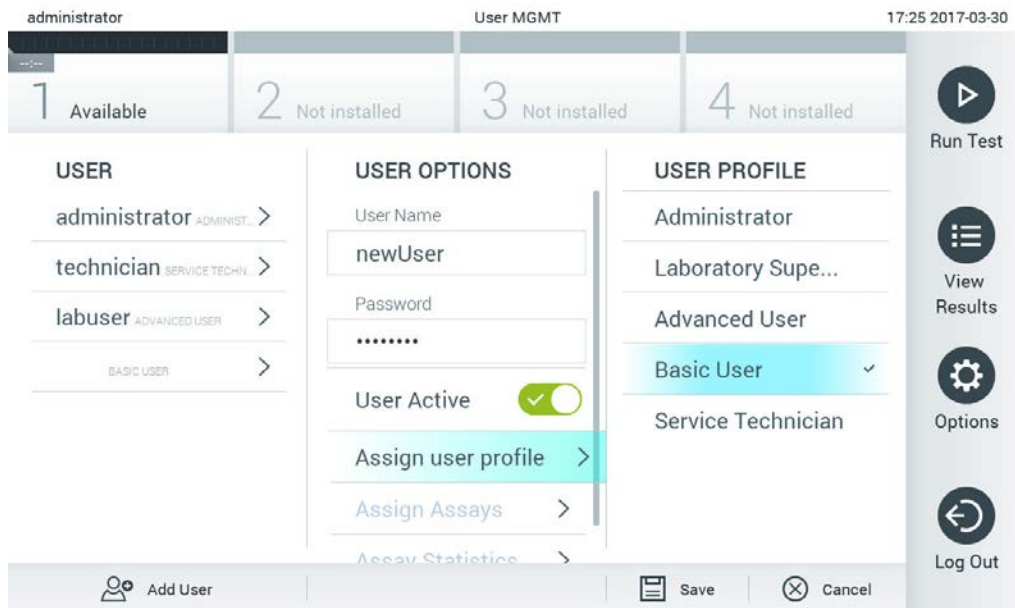

Рис. 64. Назначение профиля для нового пользователя.
4. Нажмите **Assign User Profile** (Назначить профиль пользователя) и назначьте для нового пользователя надлежащий профиль (из списка в правой части области содержимого) (рис. 64, следующая страница).